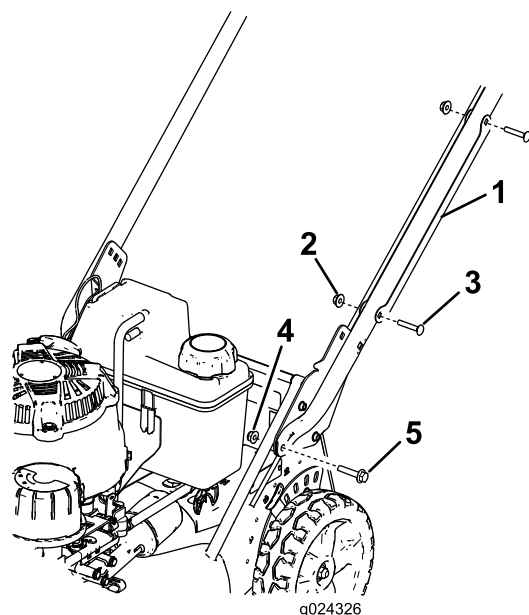

Рисунок 3
1. Снимите направляющую троса с рукоятки (**Рисунок 3**), удалив 2 каретных болта и 2 контргайки, которые крепят ее к рукоятке.
двух болтов с шестигранными фланцевыми головками (5/16 x 1-1/2 дюйма) и двух фланцевых гаек (5/16 дюйма), как показано на Рисунок 3.
7. Расположите направляющую троса на рукоятке **так, чтобы трос (тросы) был внутри направляющей**, и прикрепите направляющую к рукоятке двумя каретными болтами и двумя контргайками, снятыми ранее (Рисунок 3).